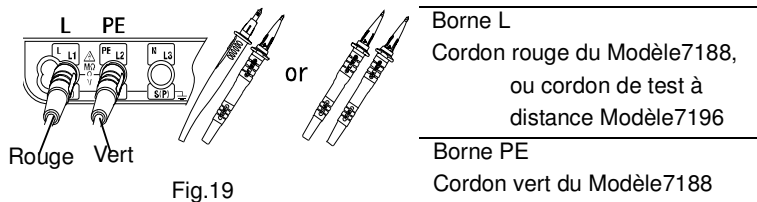

Fig.19
3. Insérez les cordons respectivement dans la borne L et PE sur le KEW6016 (Fig.19).